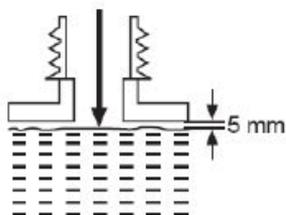

Fig. 18
- > Ne remplissez pas trop. Laissez environ 5 mm d'espace au bord inférieur pour permettre au lubrifiant de s'étendre. (Fig. 18)